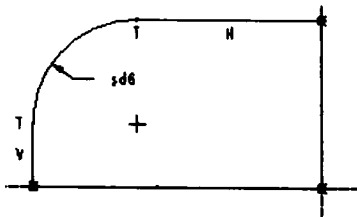

图 1-19
(6)选择【工具】|【关系】，输入如下所示的关系式： $sd6 = evalGraph("Graph1", trajpar * 10)$ ，再按【Enter】键完成。 $sd6$ 是尺寸 5.00 的内部代号，如图 1-19 所示。